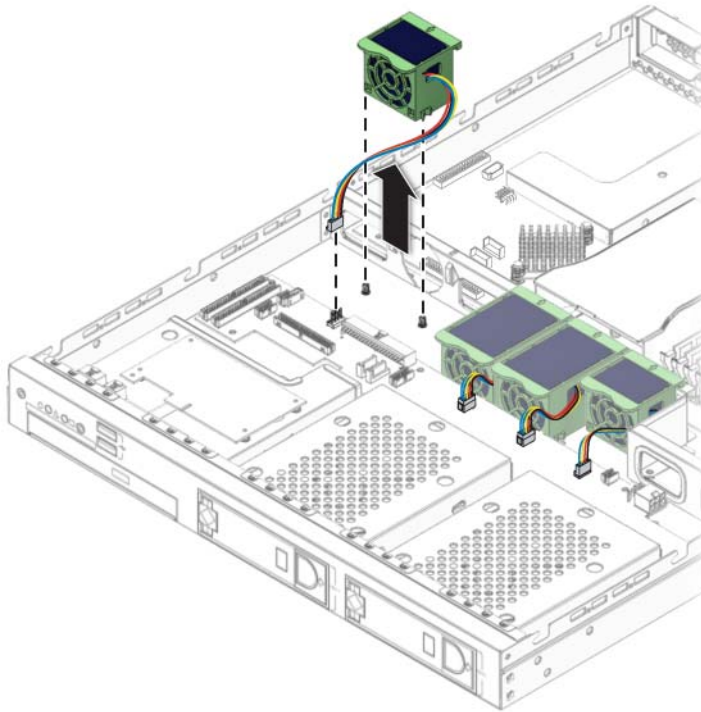

ABBILDUNG 4-23 Ausbauen eines Lüftermoduls
4. Ziehen Sie den Stromanschluss des Lüfters aus der SATA-Anschlussleiste (siehe ABBILDUNG 4-23).